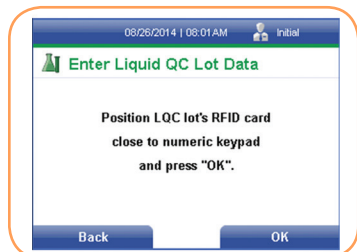

FIGURA 106
3. Si desea realizar otro análisis de control de líquidos, use la tecla [↓] para desplazarse al elemento de menú Control siguiente. Pulse la tecla programable derecha para seleccionarlo. Se mostrará la pantalla de preparación de los análisis de CC, preparada para la lectura del siguiente n.º de código de barras de CC (Figura 106).